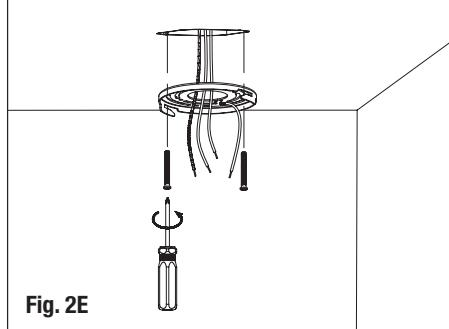

Fig. 2E
2. Secure the mounting bracket to the junction box using the provided screws (Fig. 2E).
2. Fixez le support de montage à la boîte de jonction à l'aide des vis fournies (Fig. 2E).